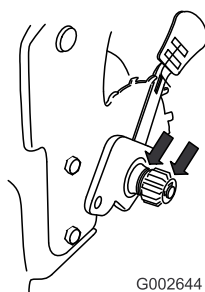

Рисунок 41
2. Нанесите смазочное масло на внутреннюю и внешнюю стороны зубчатого колеса, как показано на Рисунок 41.